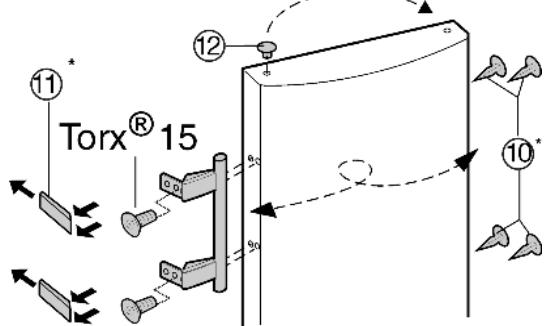

Fig. 7
- ▶ Витягніть пробки Fig. 7 (12) із втулок на дверцях і переставте їх.
- ▶ Зніміть пробки Fig. 7 (10), пластини Fig. 7 (11) та ручки і переставте на протилежний бік.